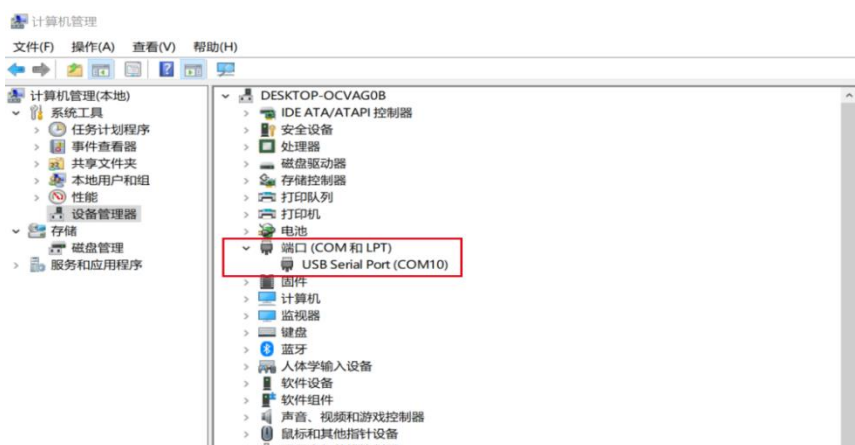

图3.2.1 端口位置
- (1) 软件及驱动运行环境：win7/win8/win8.1/win10安装有.net的计算机。
- (2) 软件连接：先在设备端固定好数据线或无线数传；随后将USB端插入电脑插口。
- (3) 驱动调试：右击我的电脑进入管理界面，点击设备管理器，在计算机联网的情况下，可以观察到端口一栏有usb serial port(com xx)字样，此时说明驱动已自动安装完成，如图3.2.1所示：